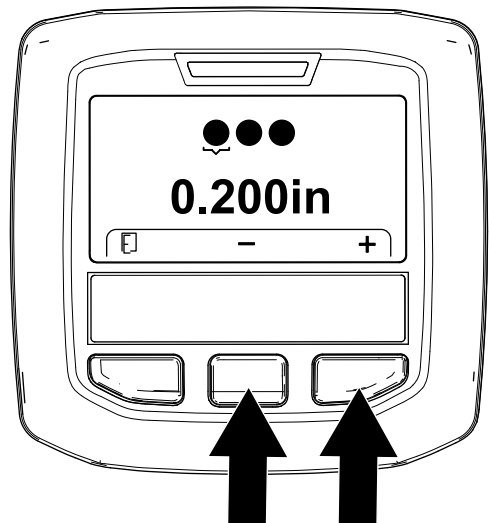

Figura 59
- Ajuste el diámetro de los taladros (**Figura 59**) del siguiente modo: